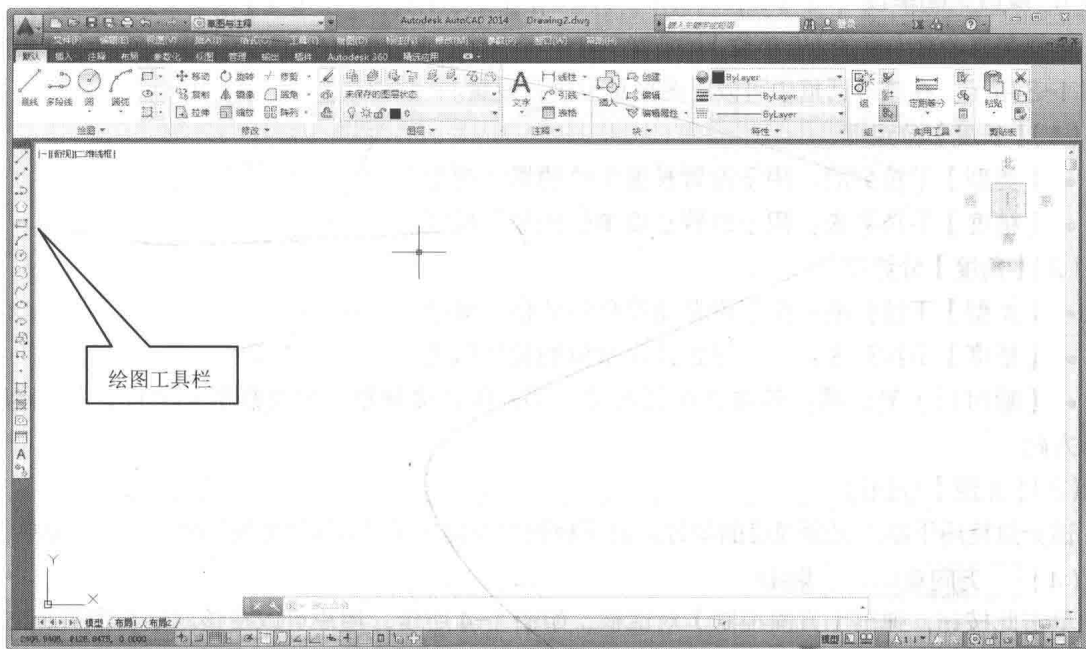

图 1-2 打开【绘图】工具栏
(1) 单击程序窗口左上角的 图标,在弹出的下拉菜单中有【新建】、【打开】、【保存】、【打印】等常用命令。单击 按钮,显示已打开的图形文件列表;单击 按钮,显示最近使用的图形文件列表;单击 按钮,选择【大图标】选项,则显示文件缩略图。将鼠标光标悬停在缩略图上,将显示大缩略图、文件路径及修改日期等信息。
(2) 单击 按钮,选择【显示菜单栏】命令,会显示 AutoCAD 2014 的菜单栏。选择菜单命令【工具】/【选项板】/【功能区】,将关闭功能区。再次选择菜单命令【工具】/【选项板】/【功能区】,又打开功能区。
(3) 单击【默认】选项卡中【绘图】面板上的 按钮,展开【绘图】面板。单击 按钮,固定面板。
(4) 选择菜单命令【工具】/【工具栏】/【AutoCAD】/【绘图】,打开【绘图】工具栏,如图 1-2 所示,用户可以移动或改变工具栏的形状。将鼠标光标移动到工具栏的边缘处,按住鼠标左键并移动鼠标光标,工具栏也将随鼠标光标移动。将鼠标光标放置在拖出的工具栏的边缘,当鼠标光标变成双向箭头时,按住鼠标左键并移动鼠标光标,工具栏的形状就发生了变化。
(5) 在功能区任一选项卡标签上单击鼠标右键,弹出快捷菜单,选择【显示选项卡】/【插入】命令,将关闭【插入】选项卡。
(6) 单击功能区中的【默认】选项卡。在该选项卡的任一面板上单击鼠标右键,弹出快捷菜